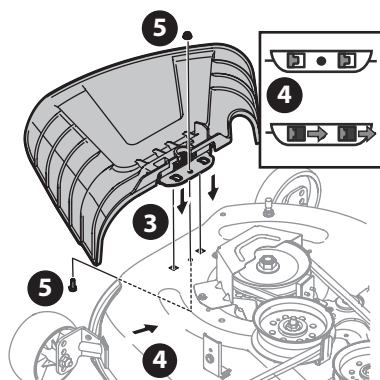

Fig. 10
- Ubique el deflector del canal en la plataforma, asegúrese de insertar las lengüetas de dicho deflector en los orificios de la plataforma (Fig. 10).
- Deslice el deflector del canal hacia la parte posterior del tractor hasta que el orificio del perno que está en el deflector del canal quede alineado con el orificio de la plataforma (Fig. 10).